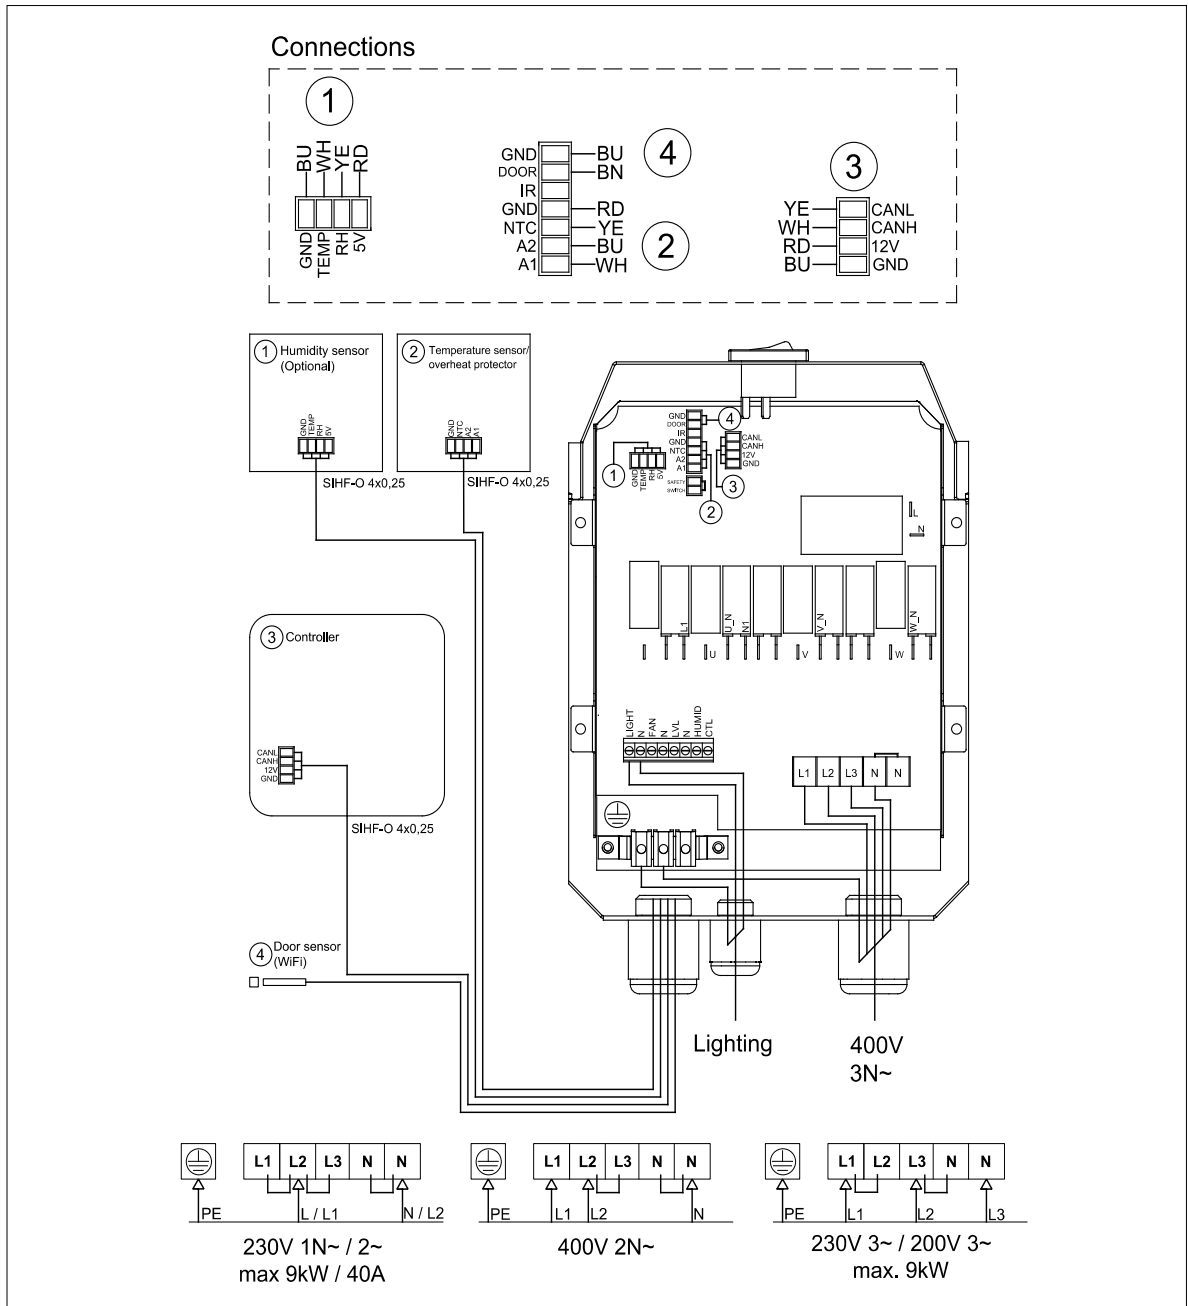

Abbildung 5.3-1: Verbindungsdiagramm
6. Sobald die Komponenten der Saunasteuerung installiert und angeschlossen sind, kann das Stromversorgungskabel gemäß dem Anschlussplan (Abbildung 5.3-1) an den Saunaofen angeschlossen werden. Das Stromversorgungskabel muss ein Gummikabel vom Typ H07RN-F oder gleichwertig sein. Der Kabelquerschnitt und die Sicherungswertung sind in Tabelle 6.1-2 angegeben.